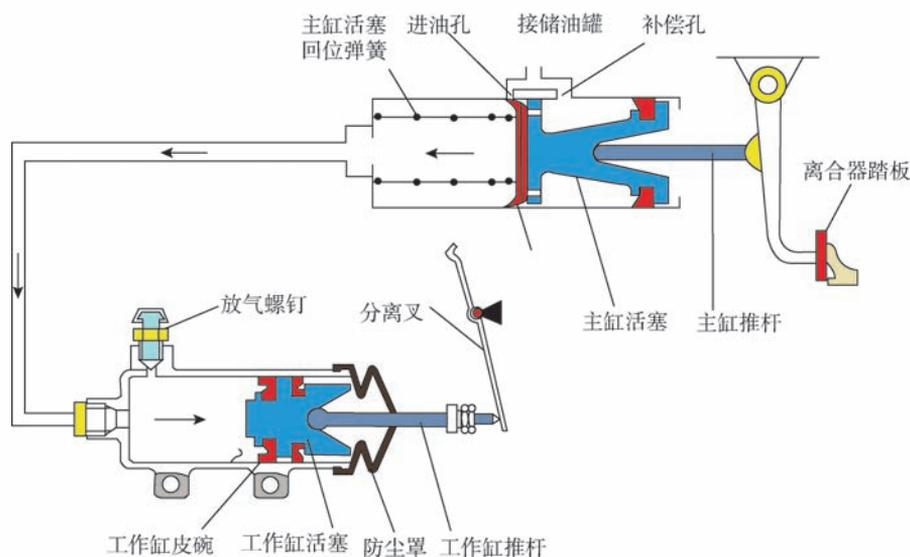

图 2-35 液压式操纵机构的工作原理
(2) 液压式操纵机构的工作原理。液压式操纵机构的工作原理如图 2-35 所示。